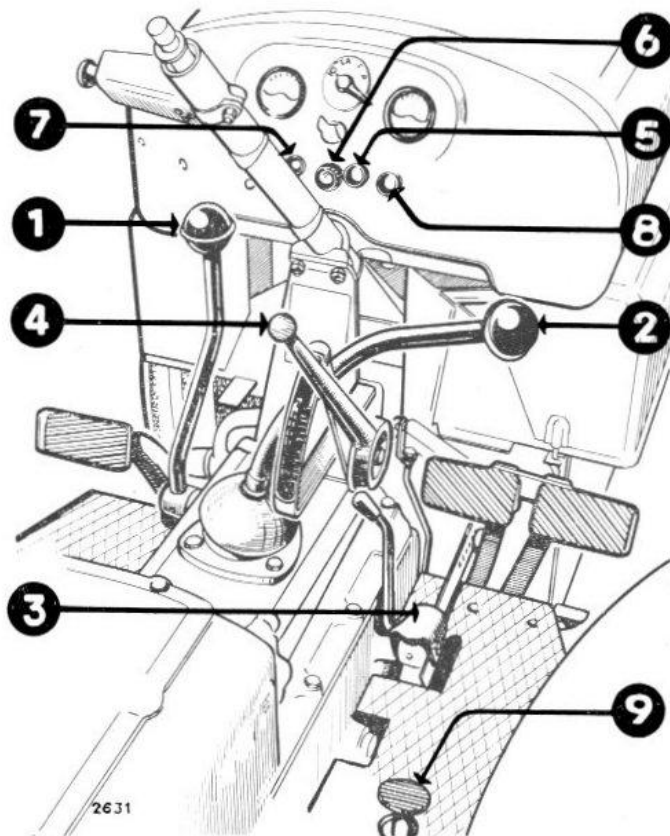

FIG. 11. -
- de prise constante (**rep. 1, fig. 11**)
- de changement de vitesses (**rep. 2, fig. 11**)
Vérifier que le frein parking (**rep. 3, fig. 11**) est bien serré.
- 3° Amener le levier d'accélération à main (**rep. 4, fig. 11**) aux trois quarts de sa course vers le bas.
- 5° Tirer le contacteur général (**rep. 5, fig. 11**) et contrôler si le voyant (**rep. 6, fig. 11**) est allumé: le contact est alors réalisé.
- 6° Pousser le contacteur de démarrage (**rep. 7, fig. 11**). Dès la mise en route du moteur, lâcher rapidement ce contacteur qui doit revenir à sa position initiale.
- Maintenir tiré pendant **45 secondes**, le commutateur (**rep. 8, fig. 11**) d'alimentation aux résistances.
- Pousser sur le commutateur (**rep. 7, fig. 11**) établissant le circuit « **Batteries-démarrreur** » en maintenant tiré le commutateur (**rep. 8, fig. 11**).
En fonction de la vitesse d'avancement choisie, il y a lieu de jouer différemment sur le levier de prise constante (**rep. 1, fig. 11**) et sur le levier de changement de vitesses (**rep. 2, fig. 11**). Il faut remarquer sur les figures **12** et **13**, que lorsque le levier de prise constante est poussé vers l'avant, la combinaison des vitesses est ainsi répartie :
3^o Amener l'accélérateur à main (rep. 4, fig. 11), à mi-course.
- 2° Couper le contact général de l'installation électrique en poussant à fond sur le bouton (**rep. 5, fig. 11**) disposé sur le tableau de bord.
Pour faire intervenir le dispositif de blocage du différentiel, il suffit d'appuyer sur la pédale placée à droite du conducteur (**voir rep. 9, fig. 11**). Cette pédale déplace, dans le pont arrière, un crabot muni de doigts qui établit alors la jonction entre les deux demi-arbres du différentiel.